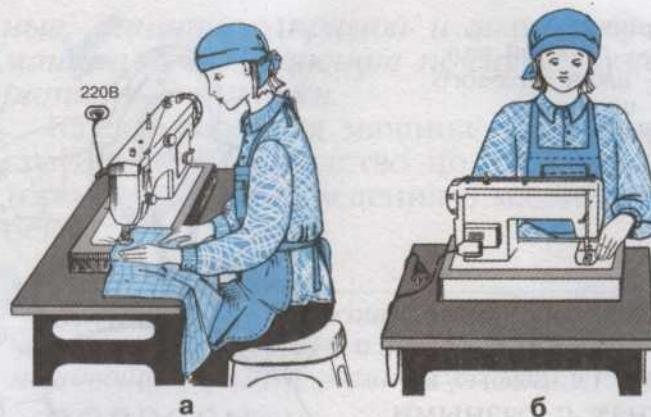

Рис. 36. Работа на швейной машине с электрическим приводом:
1. Не наклоняться близко к движущимся частям машины, не держать пальцы рук близко к лапке, чтобы не проколоть пальцы иглой (рис. 36, а).
3. Смену иглы, чистку и смазку машины производить после её отключения от электросети (рис. 36, б).